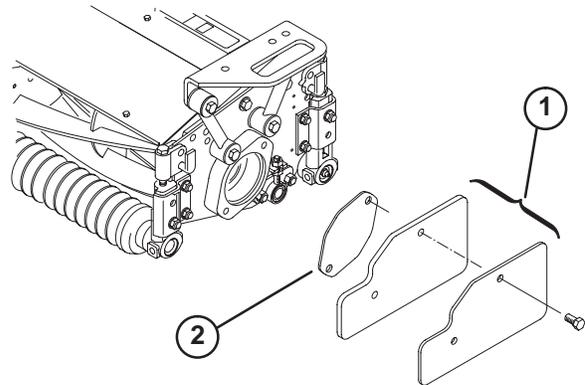
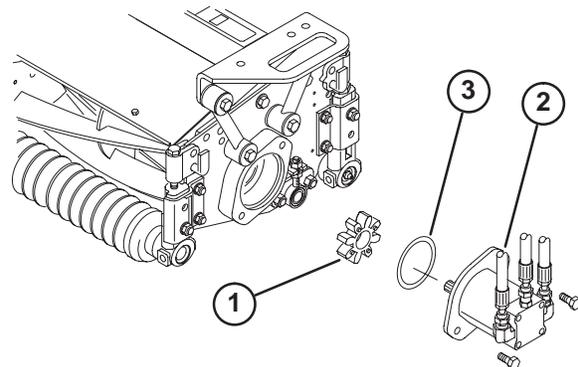

Bild 22
Bild 23
2. Nehmen Sie die Gewichte und die Dichtung (Bild 22) von der Innenseite des rechten Mähwerks ab. Nehmen Sie die Abdeckung vom Lagergehäuse außen am rechten Mähwerk ab und bauen Sie die Gewichte und die Dichtung ein. Ermitteln Sie die Position der Drehkreuzkupplung (Bild 23), die im Lagergehäuse geliefert wurde.